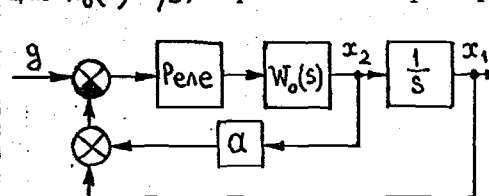
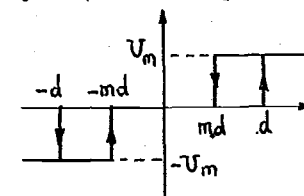

Рис.30
Рис.31
со структурной схемой, изображенной на рис.30. Передаточная функция $W_0(s) = K/s$, а реле имеет характеристику общего вида (рис.31).
16. В структурной схеме системы управления (рис. 30) реализуйте
27. В структурной схеме системы управления (рис. 30) реализуйте